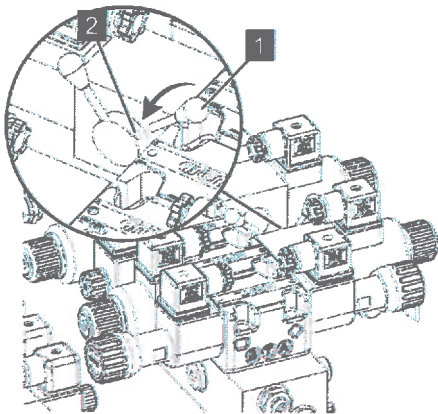

Abb. 85: Nothandbetätigung einschrauben
7. Die Nothandbetätigung (Abb. 85/1) so in das Ventil „Stütze und Bühne“ (Abb. 85/2) schrauben, dass es auf Stützen- und Bühnenfunktion verriegelt ist.